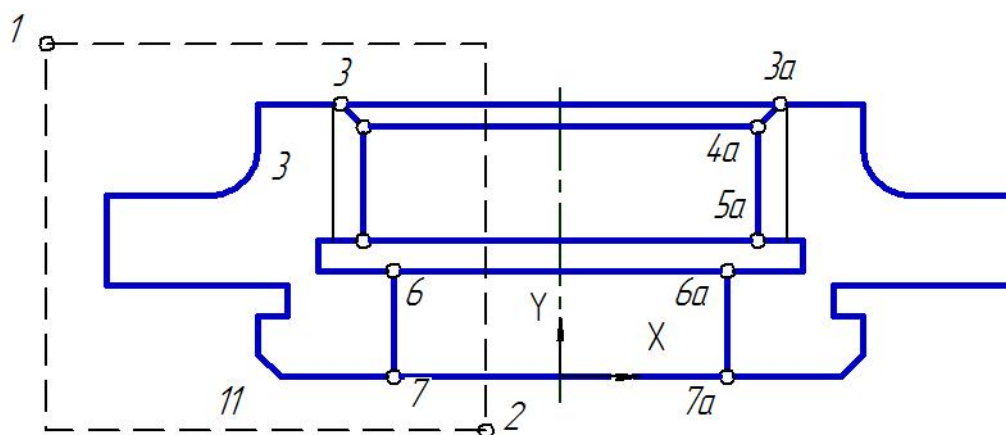

Рис. 2.35. Построение зеркального отражения
- В ответ на запрос системы «Укажите начальную точку прямоугольной рамки» укажите мишенью приблизительно в точке 1 (рис. 2.35).